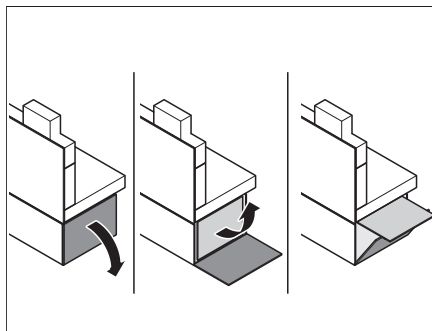

Bild 128 Sitzbankverlängerung ausklappen
- Sitzbankverlängerung (Bild 128) ausklappen.
- Sitzbankverlängerungen (Bild 128) ausklappen.